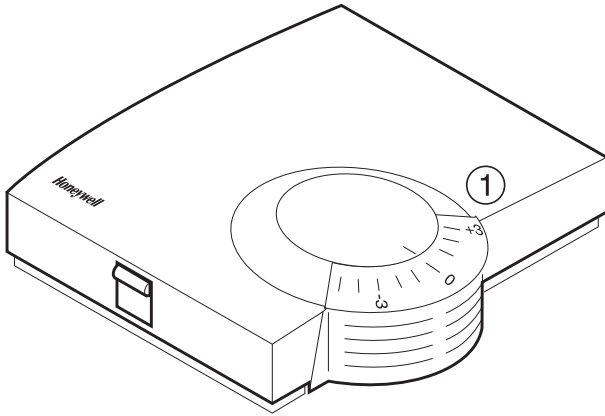

Fig. 6. T7270A2001
- Choisir le décalage de température de consigne avec la molette de réglage (1) (voir Fig. 6) (échelle en °C).
- Vérifier si la molette est dans la position montrée Fig 6.